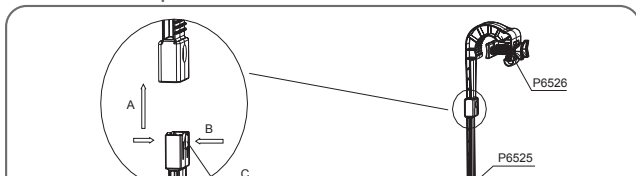

Fig. 8 / Abb. 8 / Kuva. 8 / EIK. 8 / Pnc. 8 / Rys. 8. Ábra
2. Assemble the frame hook: put the adjustable pole (P6525) through the adjustable fastener on the frame hook (P6526). (See Fig. 8)
2. Monte o gancho da estrutura; coloque a haste ajustável (P6528) pelo fechoajustável no gancho da estrutura (P6526). (Veja Fig. 8)
2. Monte el gancho del marco; Ponga el palo ajustable (P6528) a través de la sujeción ajustable en el gancho del marco (P6526). (Veja Fig. 8)
2. Zusammenbau des Rahmenhakens: Stecken Sie die verstellbare Stange (P6528) zwischen den verstellbaren Verschluss am Rahmenhaken (P6526). (Siehe Abb. 8)
2. Assembleer de framehaak: steek de verstelbare stang (P6528) door de regelbare bevestiging van de framehaak (P6526). (Zie Fig. 8)
2. Montare il gancio: far passare l'asta regolabile (P6528) attraverso il fermo sul gancio (P6526). (Vedere Fig. 8)
2. Montez le crochet: Mettez le manche réglable (P6528) à l'aide de l'attache réglable sur le crochet (P6526). (Voir Fig. 8)
2. Установите каркасный крючок: вставьте регулируемый шест (P6528) в регулируемое крепление крючка (P6526). (См. Рис. 8)
2. Zamontuj hak konstrukcyjny; przekaż regulowany słupek (P6528) przez regulowany element łączący znajdujący się na haku konstrukcyjnym (P6526). (Patrz Rys. 8)
2. Montera kantrocken för det justerbara skafvet (P6528) genom det justerbara fästet på kantrocken (P6526). (Se Fig. 8)